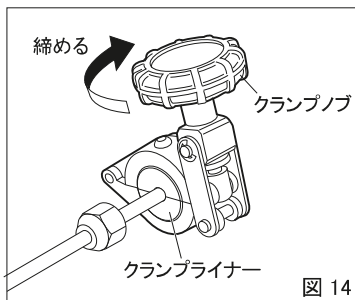

図 14
- \* クランプノブを回し十分に締め付けてください(図14)。